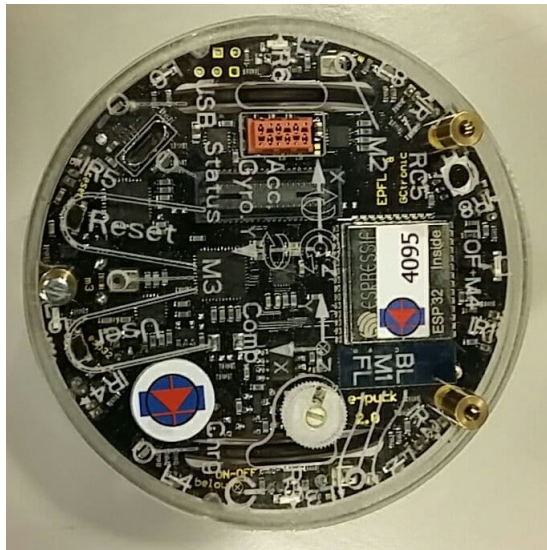

FIGURE 1 – E-puck vu depuis le dessus, l'avant du robot se trouve en haut de la photo.
Le robot part depuis la première porte. Avec les capteurs IR3 et IR6 (voir Figure 1) qui se trouvent au dessus des roues, il détecte les deux piquets de la porte. Il se met alors à regarder avec la caméra pour détecter le piquet suivant et s'en rapproche jusqu'à ce qu'il soit à environ 5 cm de distance. A cet endroit, il va déterminer si c'est le piquet gauche (qu'on appellera piquet 1 pour la suite du rapport) de la porte ou celui de droite (qu'on appellera piquet 2) à l'aide des symboles dessinés dessus (Figure 2).
2. Allumer le robot en appuyant sur son interrupteur situé juste à coté de la roue droite, derrière le capteur IR3 (voir Figure 1).